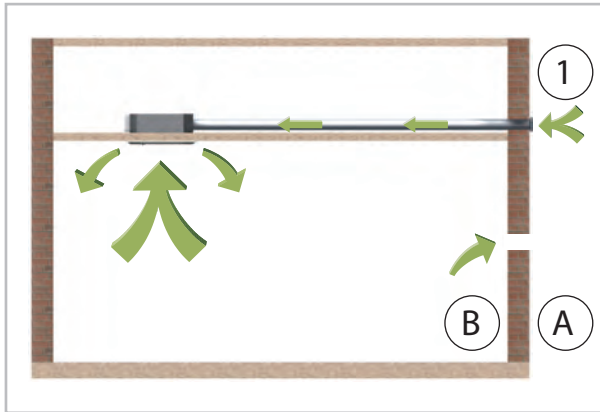

Abb. 29: Frischluftanschluss
- Für den Frischlufteinlass ist ein Bundkragen mit 65 mm zu montieren (Abb. 29).